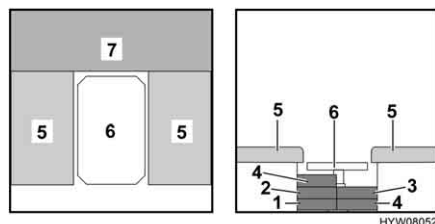

Fig. 55 Durante la trasformazione
- Trasformare il tavolo (Fig. 55,6) in struttura di supporto letto (vedi paragrafo 6.8).